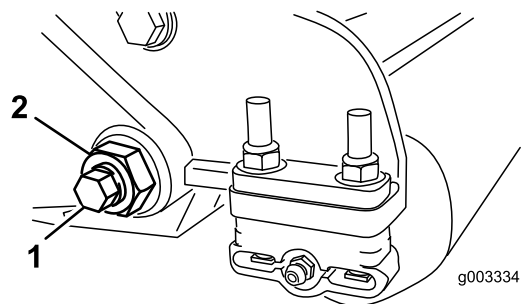
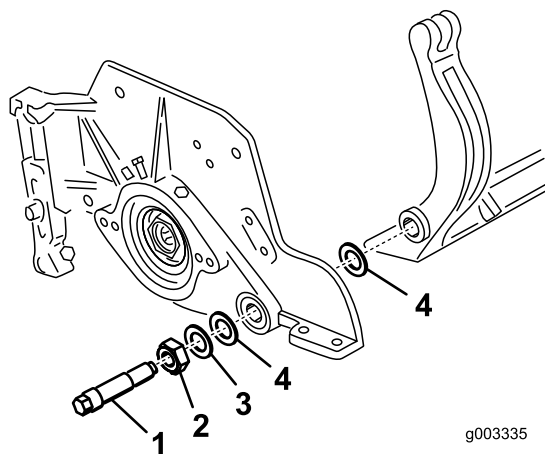
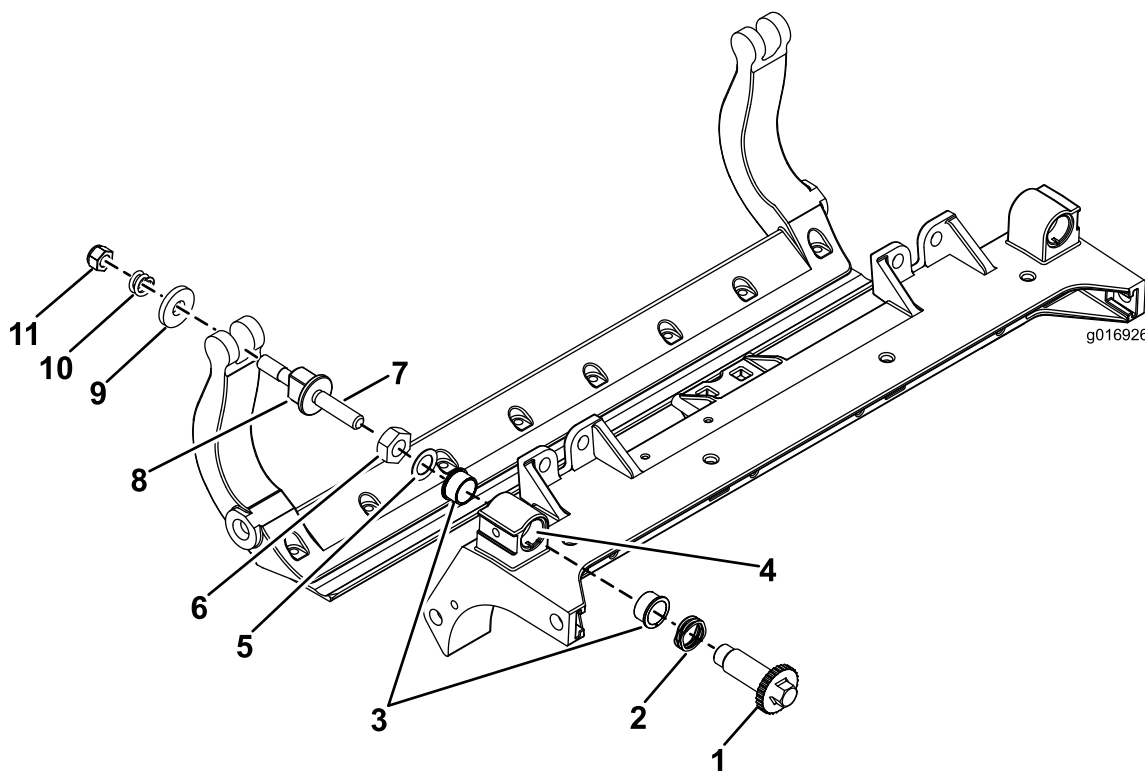

Рисунок 29
Рисунок 30
Рисунок 32
3. С каждой стороны машины ослабьте контргайку, крепящую болт планки неподвижного ножа (Рисунок 29).
4. Удалите болты планки неподвижного ножа, потяните планку неподвижного ножа вниз и отсоедините ее от машинного болта (Рисунок 29). Учтите, что с каждой стороны планки расположены 2 нейлоновых и 1 штампованная стальная шайба (Рисунок 30).
2. Прикрепите планку неподвижного ножа к боковым пластинам с помощью болтов планки неподвижного ножа (гаек на болтах) и 6 шайб. Нейлоновые шайбы должны располагаться с каждой стороны выступа боковой пластины. На нейлоновые шайбы установите стальные шайбы (Рисунок 30). Затяните болты планки с моментом 27–36 Н•м.
проворачивались вручную, пока не будет устранен осевой люфт планки неподвижного ножа (Рисунок 30).
1. Снимите все детали (см. *Инструкции по установке* для HD комплекта DPA, модель № 120–7230, и Рисунок 32).
2. Нанесите смазку Never Seize на внутреннюю поверхность втулки на центральной раме режущего блока (Рисунок 32).
3. Совместите шпонки фланцевых втулок с прорезями в раме и установите втулки (Рисунок 32).
4. Установите волнистую шайбу на шпindel регулятора и вставьте шпindel регулятора во фланцевые втулки, установленные в раме режущего блока (Рисунок 32).
5. Закрепите шпindel регулятора с помощью плоской шайбы и контргайки (Рисунок 32). Затяните контргайку с моментом 20–27 Н•м.
9. Прикрепите планку неподвижного ножа к боковым пластинам с помощью болтов планки неподвижного ножа (гаек на болтах) и 6 шайб. Нейлоновые шайбы должны располагаться с каждой стороны выступа боковой пластины. На нейлоновые шайбы установите стальные шайбы (Рисунок 32). Затяните болты планки с моментом 27–36 Н•м. Затяните контргайки вручную так, чтобы наружные стальные шайбы перестали вращаться и осевой люфт был устранен, но не перетягивайте и не деформируйте боковые пластины. Шайбы с внутренней стороны могут иметь зазор (Рисунок 30).